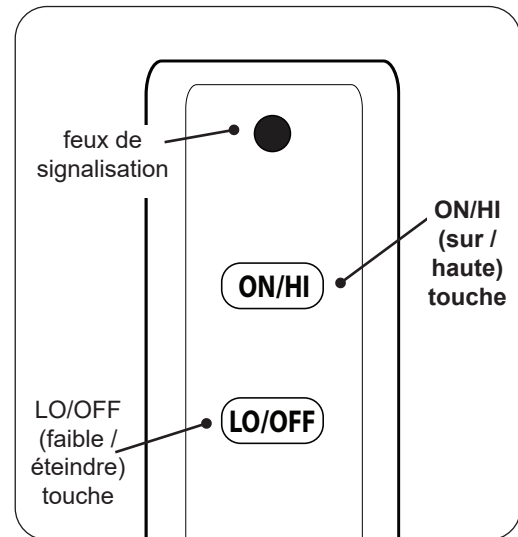

Fig. 30-1 Détail télécommande
- Localiser la télécommande et appuyez sur le touche **ON/HI** (voir Fig. 30-1). La séquence d'allumage commence.